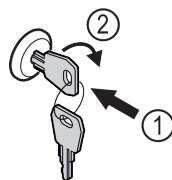

Fig. 180 Beispielhafte Darstellung
- Schlüssel hineindrücken Fig. 180 (1).
- Schlüssel um 90° im Uhrzeigersinn drehen Fig. 180 (2).